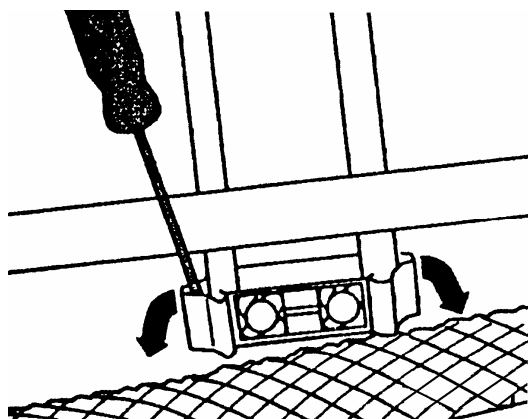

图 13-51 松开定位夹
(6) 如图 13-51 所示，松开定位夹并拆下手制动拉索。